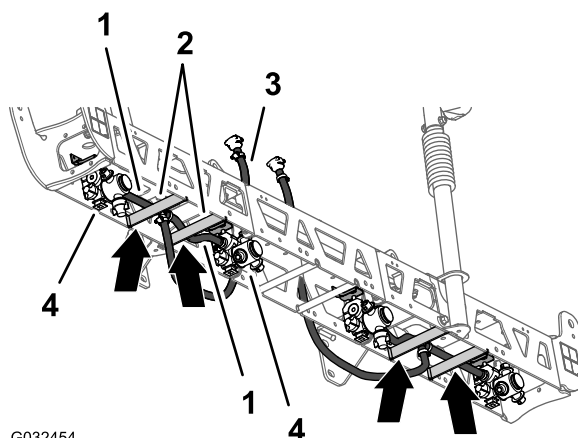
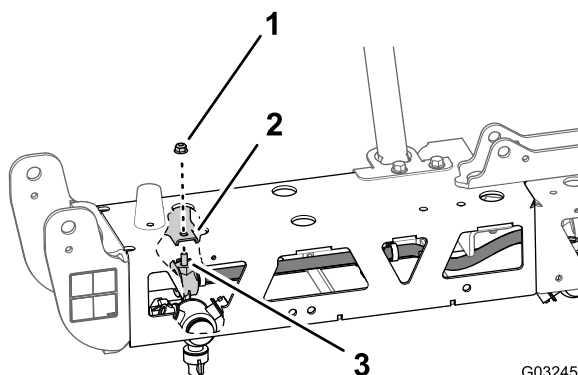

Figure 81
Figure 82
- Faites passer l'ensemble flexibles (13 mm) et buse entre les raidisseurs du cadre en treillis extérieur (Figure 81).
- Faites passer le flexible et la buse au-dessus du raidisseur de cadre en treillis et vers l'extérieur vers le support de buse extérieur (Figure 81).
- Insérez le boulon à tête hexagonale (5/16 x 3/4") de la buse de pulvérisation dans le trou du support de buse et fixez légèrement la buse sur le support avec un contre-écrou à embase (5/16") du kit de finition du système de pulvérisation GeoLink (Figure 82).
4. Faites passer l'autre ensemble flexible (13 mm) et buse entre les raidisseurs du cadre en treillis extérieur (Figure 81).
5. Faites passer le flexible et la buse au-dessus du raidisseur de cadre en treillis et vers l'intérieur vers le support de buse intérieur (Figure 81).
6. Insérez le boulon à tête hexagonale (5/16 x 3/4") de la buse de pulvérisation dans le trou du support de buse (Figure 82) et fixez légèrement la buse sur le support avec un contre-écrou à embase (5/16") que vous avez retiré aux opérations 1 et 4 de Dépose des buses de pulvérisation \(page 34\).
8. Acheminez le flexible et le raccord cannelé (13 x 810 mm) vers le côté de la section de rampe centrale avec les supports gauche et droit (Figure 81).
9. Répétez les opérations 1 à 8 pour l'autre ensemble flexible et buse sur l'autre cadre en treillis extérieur (Figure 81 et Figure 82).